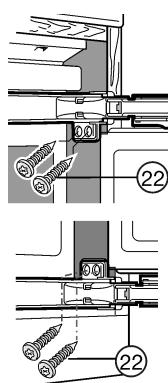

Fig. 16
- ▶ Draai lange spaanderplaatschroeven Fig. 16 (22) van boven en van onderen door de scharnierstrippen.